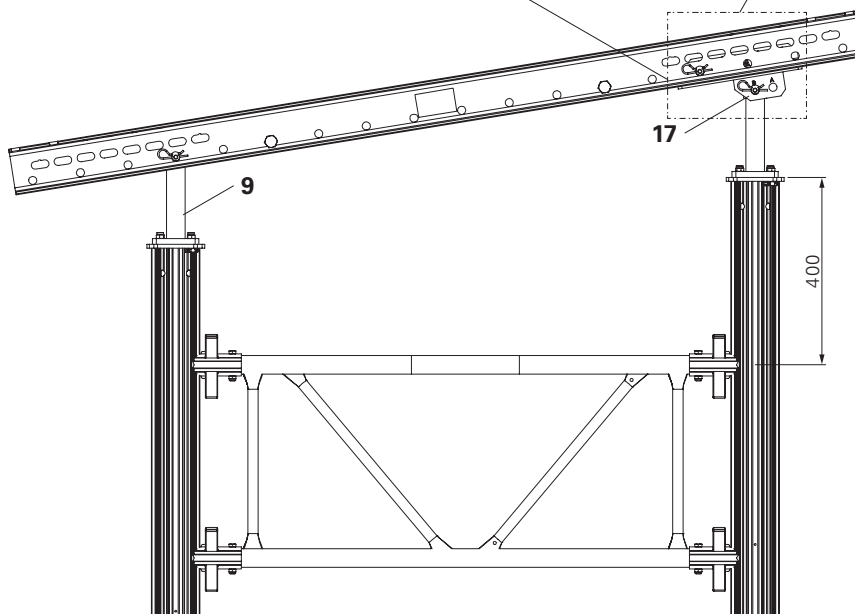

Fig. A2.12
- L'adattatore MP/SRU (9) con l'attacco per adattatore MP/SRU (17) è utilizzato nelle impalcature di sostegno a torre per sostenere i correnti in acciaio SRU U120 inclinati. (Fig. A2.12)